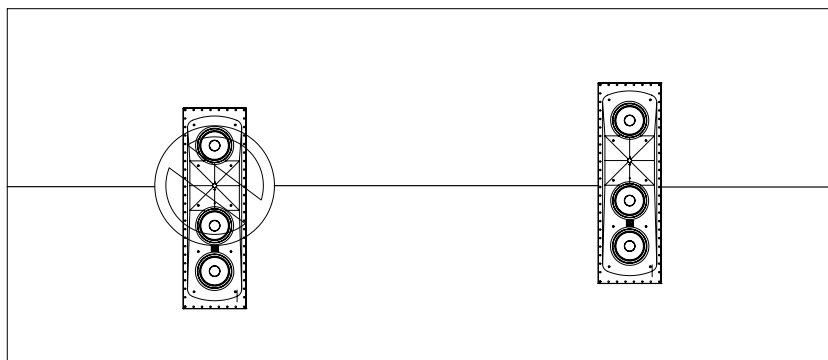

Fig. 4
**BEMÆRK:** Nogle perforerede lærreder har en bjælke eller en krydsbjælke i midten på tværs af rammen (fig. 4). I dette tilfælde skal du sørge for, at bjælken ikke blokerer for hornet. Placer lodret orienterede højttalere således, at bjælken krydser forsiden af højttalerne ved kanten af hornet, som er nærmest den centrale woofer.